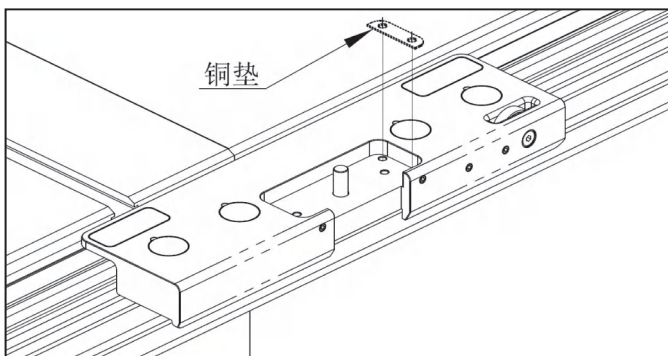

图 7-2
- (2) 如图 7-2，在滑块凹槽左侧或右侧放置铜垫 J，通过添加铜垫片来调整垂直度（垫片共 4 个，每个厚 0.05mm，可以叠加使用。每层垫片可调整垂直度偏差约 0.05mm）。
- (3) 装回靠山本体组件，锁紧 6 颗 M6x20 螺钉，检查垂直度是否符合要求。如不符合要求，应增加或减少垫片数量，直至垂直度符合要求。然后松开 6 颗 M6x20 螺钉，使其处于预紧状态。